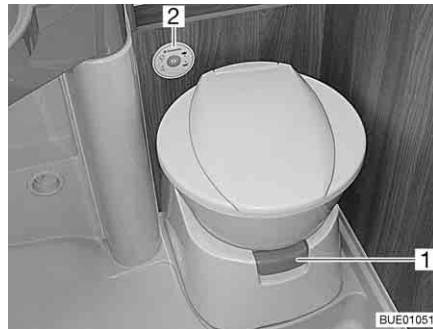
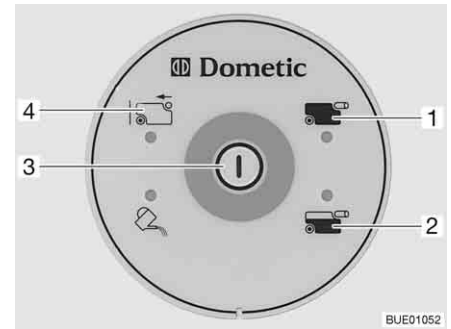

Bild 252 Toalettskål med kontrollenhet
Bild 253 Kontrollenhet toalett
Före användning av toaletten ska lite vatten hållas i toalettskålen. Tryck på spolknappen (Bild 253,3) på kontrollenheten (Bild 252,2).
- Öppna spjället på toaletten före spolning. Dra ut spjällspaken (Bild 252,1).
- För att spola, tryck på spolknappen (Bild 253,3).
Kontrolllampan (Bild 253,2) tänds när latrintanken är fylld till 3/4.
Kontrolllampan (Bild 253,1) lyser när latrintanken måste tömmas.
Kontrolllampan (Bild 253,4) lyser när latrintanken är uttagen.